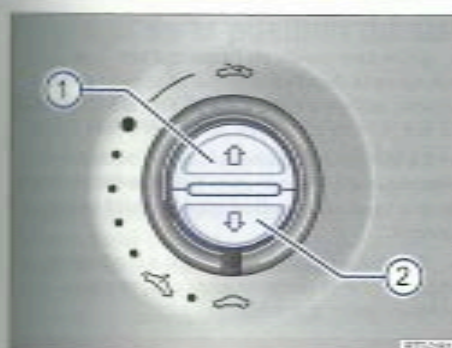

Fig. 38 Dans le ciel de pavillon : touches de store pare-soleil.
Ouverture complète (fonctionnement automatique) :	Appuyez brièvement sur la touche → fig. 38 (1).
- La commande → fig. 38 doit être tournée dans la position « Fermé ».
- Store pare-soleil : en l'espace d'environ 5 secondes après le déclenchement du dispositif anti-pincement, appuyez sur la touche → fig. 38 jusqu'à ce que le store pare-soleil soit entièrement fermé.